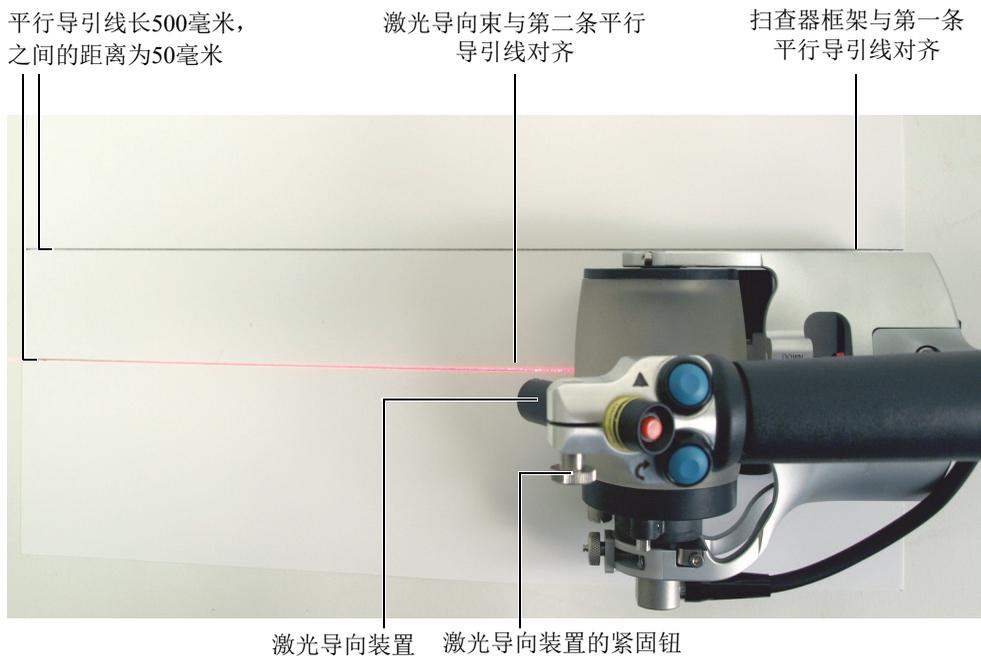

图 6-43 对齐激光导向束
1. 在平面上，划两条平行导引线，两条线的长度为500毫米，之间的距离为50毫米（参见第116页的图 6-43）。